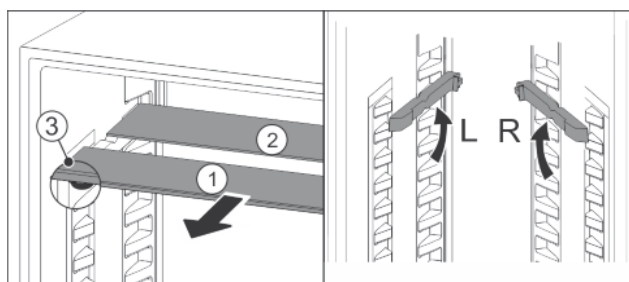

Fig. 17
- По одной извлеките Fig. 17 (1) стеклянные панели движением вперед.
- ▷ Стеклянная панель Fig. 17 (1) со стопорами лежит спереди.
- ▷ Стопоры показывают вниз Fig. 17 (3).